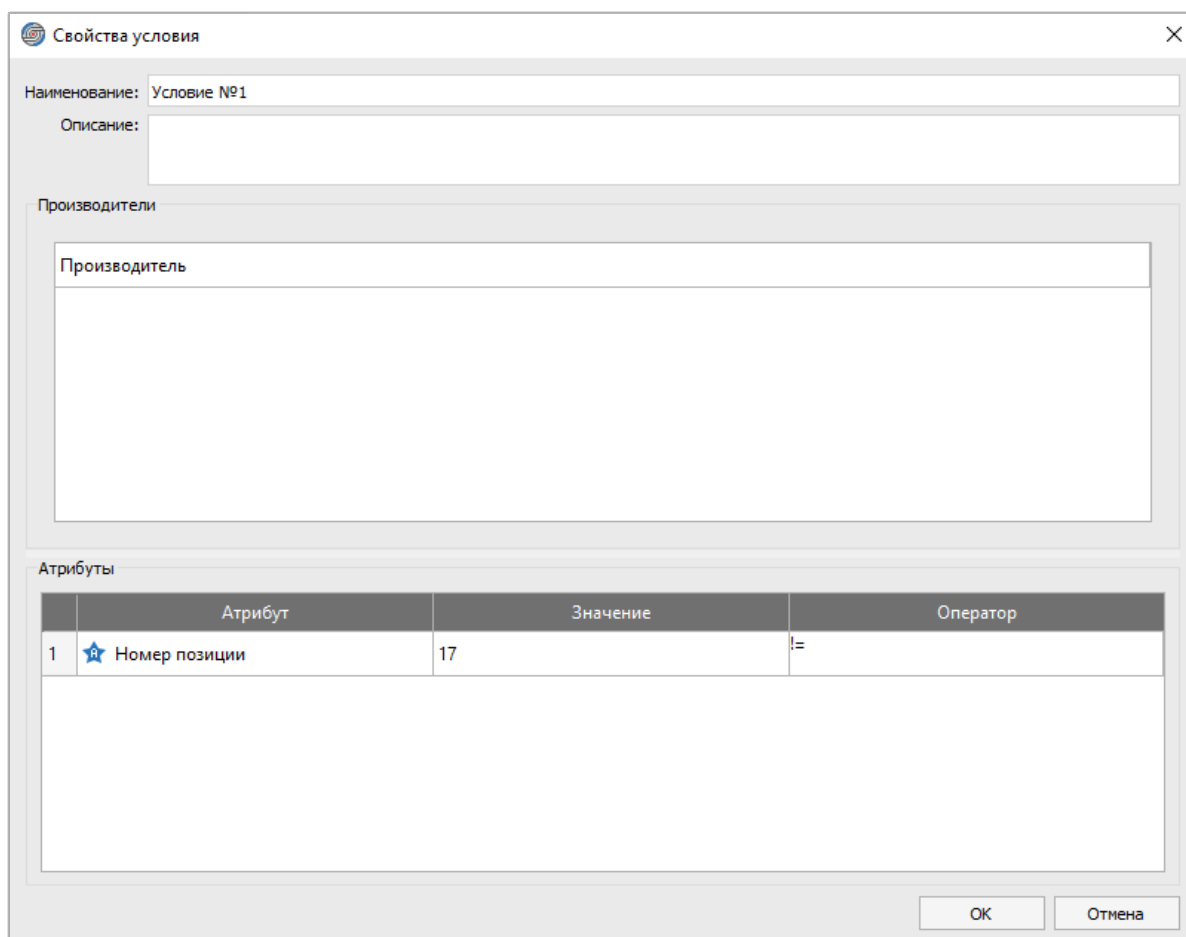

Рисунок 140. Диалоговое окно «Свойства условия»
- 2) В открывшемся диалоговом окне «Свойства условия» (см. рисунок 140) внести необходимые изменения.